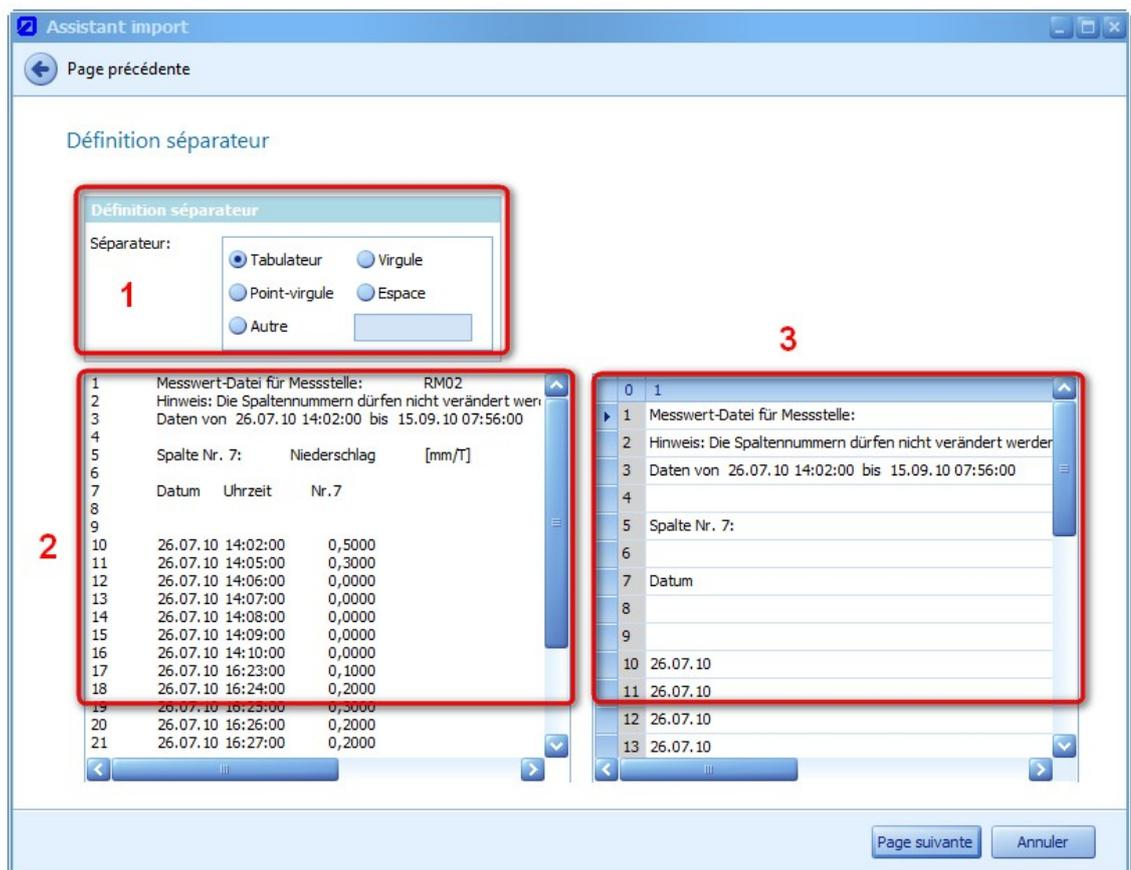

**Figure 24: Page d'accueil de l'assistant import**
Si des données de mesure issues de fichiers qui ne correspondent pas au format standard OCM ou PCM doivent être importées (p. ex. NivuLog), utilisez l'assistant import. L'assistant peut être lancé depuis la saisie de même nom au „Menu démarrer“ dans la zone „Séries de mesures“. Egalement possible via bouton du menu contextuel souris droite de la série de mesures. L'assistant vous guide pas à pas dans le processus d'import. Les configurations une fois faites, peuvent être sauvegardées dans des soi-disant profils et être utilisées pour d'autres fichiers. La page d'accueil de l'assistant import est représentée à la Figure 24. Les principaux boutons de navigation entre les différents affichages sont caractérisés par (1) et (2). Si dans l'affichage actuel une configuration manquait ou était insuffisante, un message d'erreur sera affiché rendant impossible le passage à la page suivante. L'assistant import peut être fermé à partir de chaque page via „Annuler“ (3).
Si un fichier (1) est déjà sélectionné et si le bouton „Page suivante“ (2) est choisi, une boîte de dialogue s'ouvre (Figure 24).